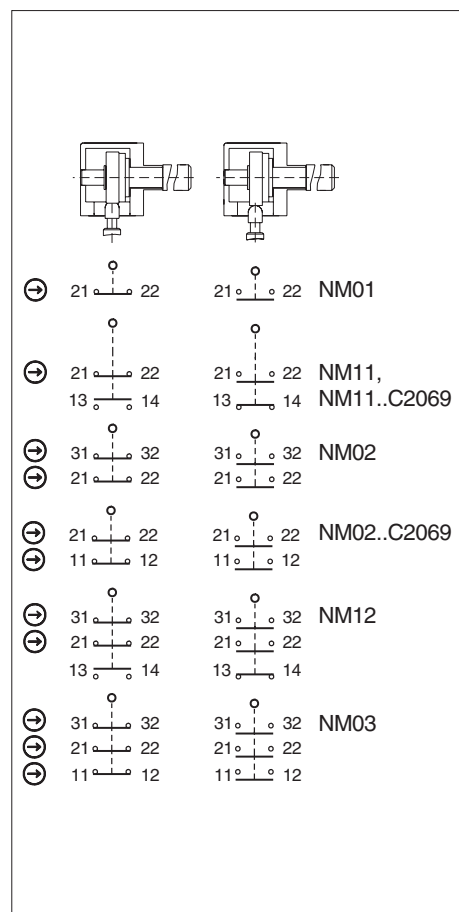

Fig. 4: Elementos interruptores y funciones de conmutación
Debe usarse como mínimo un contacto ➞. Este señala la posición del resguardo (para la asignación de contactos, consulte la Fig. 4).
3. Apriete las conexiones y los bornes con 0,5 Nm (para la asignación de contactos, consulte la Fig. 4).